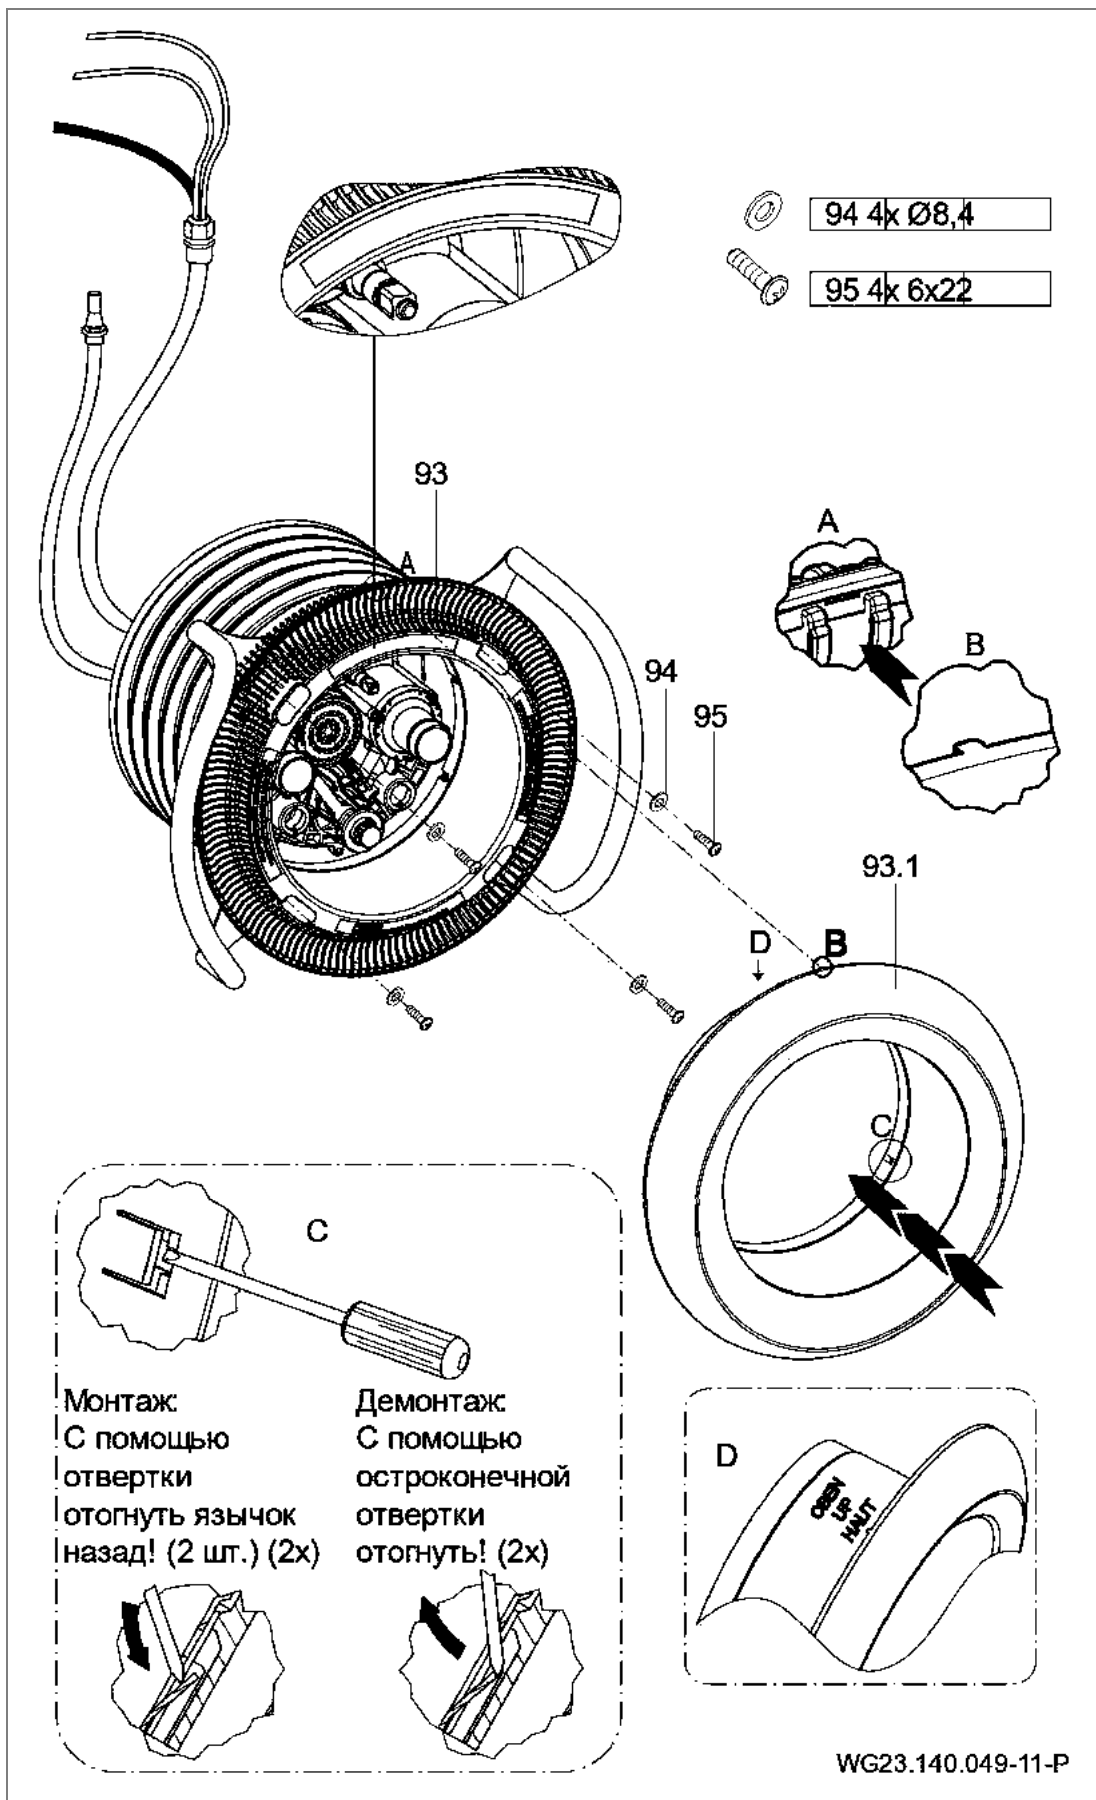
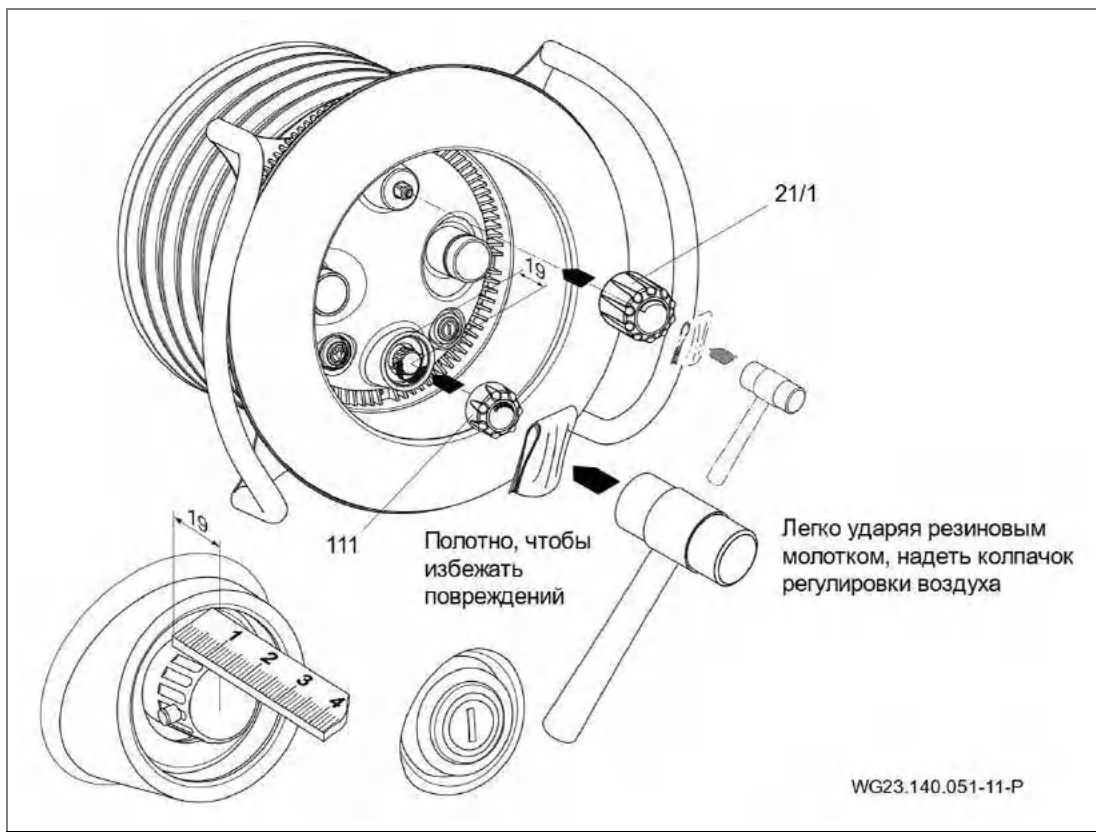

Рис. 18
Рис. 20
Primavera Deluxe: Пьезокнопки с двумя установленными кольцами круглого сечения осторожно вдавить в смонтированные корпуса кнопок в сопловой коробке. При необходимости воспользоваться вазелином. (Рис. 18)
9. Приложить заглушку всасывания (93) к зажимному кольцу (28) и прикрепить с помощью четырех подкладных шайб (94) и четырех самонарезающих винтов (95). Следить за расположением. (Рис. 18)
11. Расположить крышку защиты света (110) по центру на корпусе сопел (102.1) и прикрепить с помощью четырех самонарезающих винтов (112). (Рис. 20)
1. Снять крышку для регулирования расхода (21/1) и воздуха (111). На BADU JET Primavera Deluxe необходимо перед снятием крышки открутить потайной винт. См. "Рис. 20".
2. Открутить саморезы (112) и снять прозрачный кожух (110).
3. Две боковые накладки стальной диафрагмы отогнуть вперед и снять диафрагму. См. "Рис. 18".
4. Открутить саморезы (95) и снять всасывающую диафрагму (93) и рукоятку ( ).
5. При необходимости открутить саморезы (61). Снять сопловой корпус (102.1). При этом обратить внимание на внутренний воздуховод (4), закрепленный на встраиваемом корпусе (1).
6. Открутить саморезы (52). Снять рукоятку (70), стяжное кольцо (28) и уплотнение стяжного кольца (27).